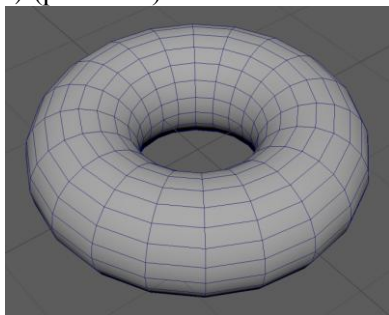

Рис. 2.15. Зображення примітиву *Torus* (Кільце)
- *Torus* (Кільце) (рис. 2.15):